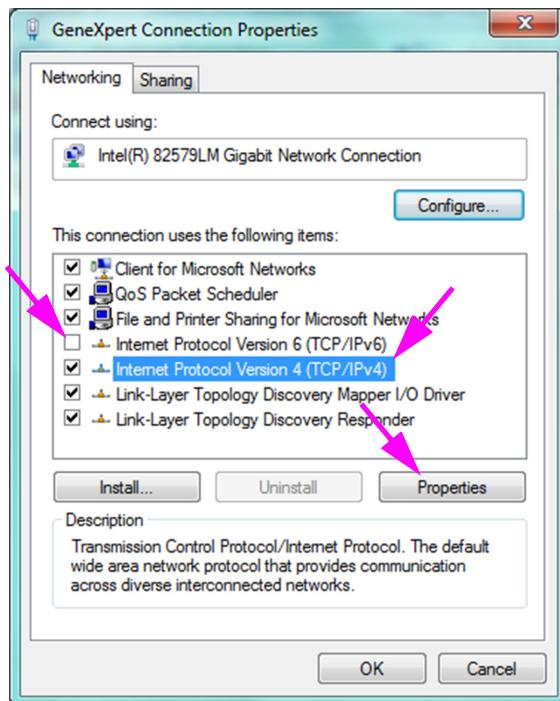

Figura 2-42. Schermata Internet Protocol Version 4 (TCP/IPv4) Properties [Proprietà protocollo Internet versione 4 (TCP/IPv4)]
8. Nella schermata GeneXpert Connection Properties (Proprietà connessione GeneXpert) (mostrata nella Figura 2-42), deselezionare la casella a fianco di **Internet Protocol Version 6 (TCP/IPv6) [Protocollo Internet versione 6 (TCP/IPv6)]**. Evidenziare **Internet Protocol Version 4 (TCP/IPv4) [Protocollo Internet versione 4 (TCP/IPv4)]** e fare clic su **Properties (Proprietà)**. Viene visualizzata la schermata Internet Protocol Version 4 (TCP/IPv4) Properties [Proprietà protocollo Internet versione 4 (TCP/IPv4)].